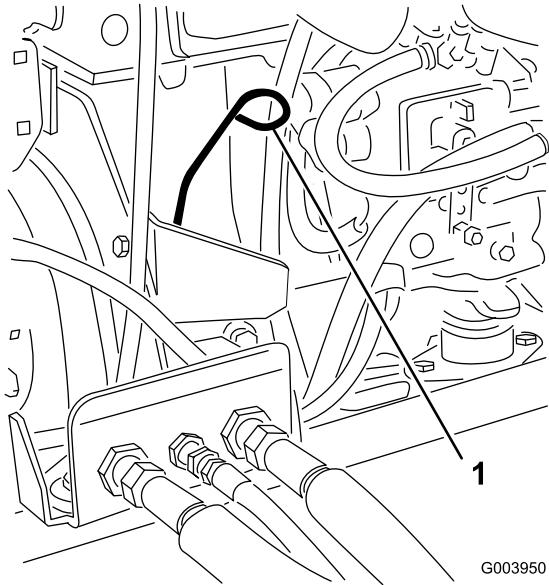

Figura 28
3. Retire la varilla, límpielala, y vuelva a colocarla (Figura 28).